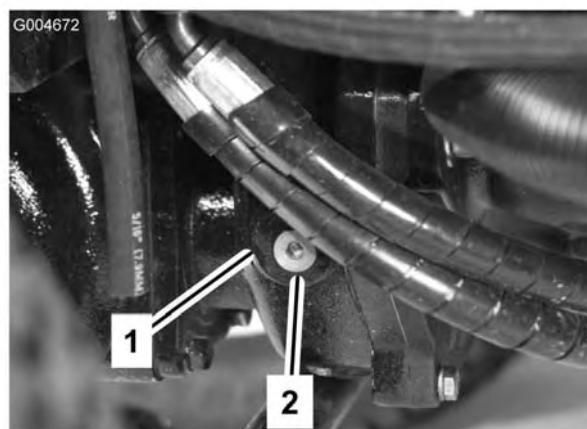

Figura 13
- Retire el tapón de verificación/llenado del lado izquierdo de la caja de engranajes (Figura 13) y asegúrese de que el lubricante llega al borde inferior del orificio. Si el nivel es bajo, añada